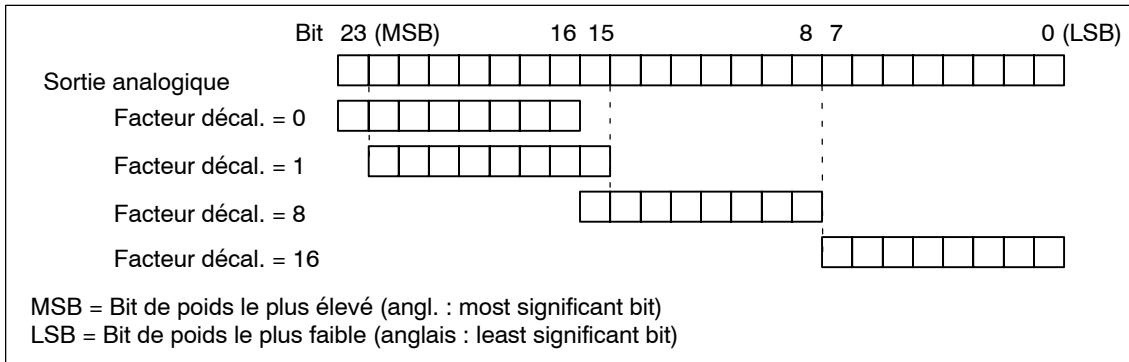

Fig. 7-8 Facteur de décalage pour la sortie analogique de signaux de mesure 24 bits
- Facteur de décalage (fig. 7-8 et 7-9)